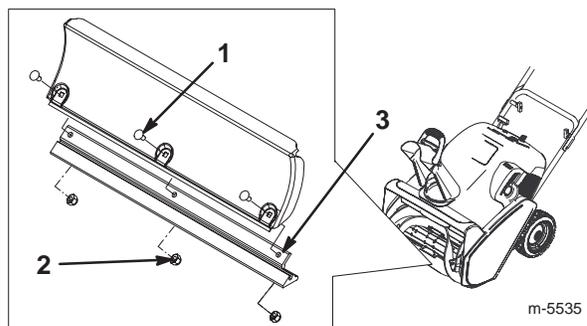

Figure 22
5. Enlevez les trois vis de carrossier et les contre-écrous de fixation de la lame racleuse (Fig. 22).